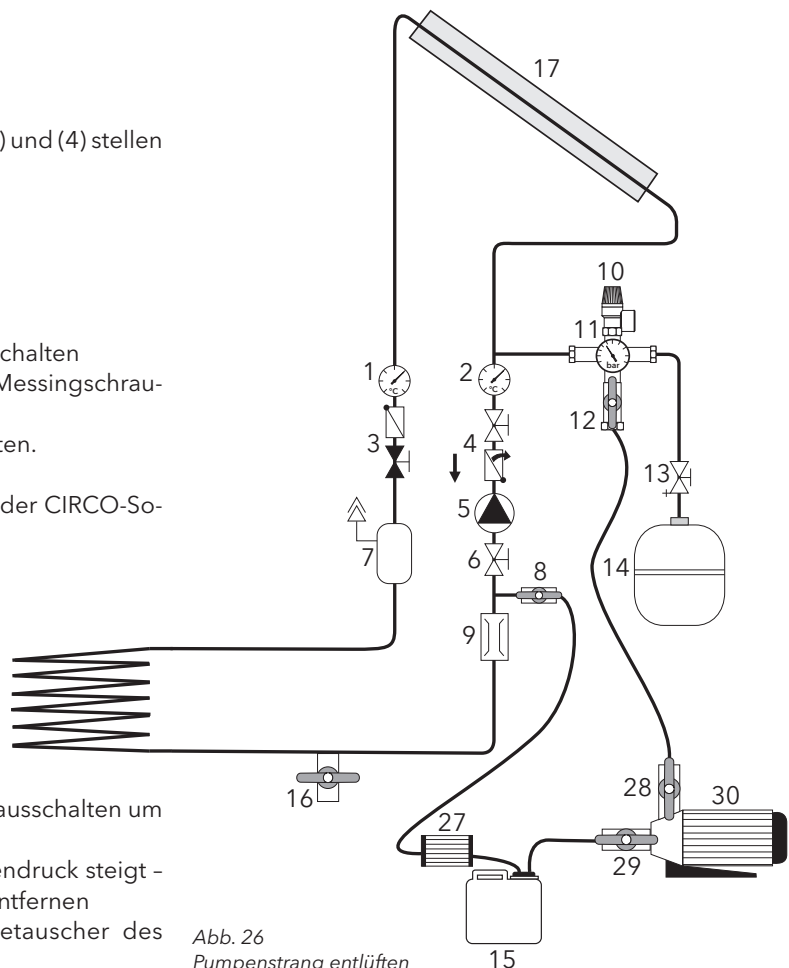

Abb. 26
- Position der Armaturen wie in Abb. 26 einstellen
- Unter der Abblaseleitung des Sicherheitsventils (10) temperaturbeständiges Auffanggefäß stellen. Wird ein Solarkanister (15) aus Kunststoff verwendet, diesen zum Teil mit Wasser füllen und Abblaseleitung eintauchen lassen.